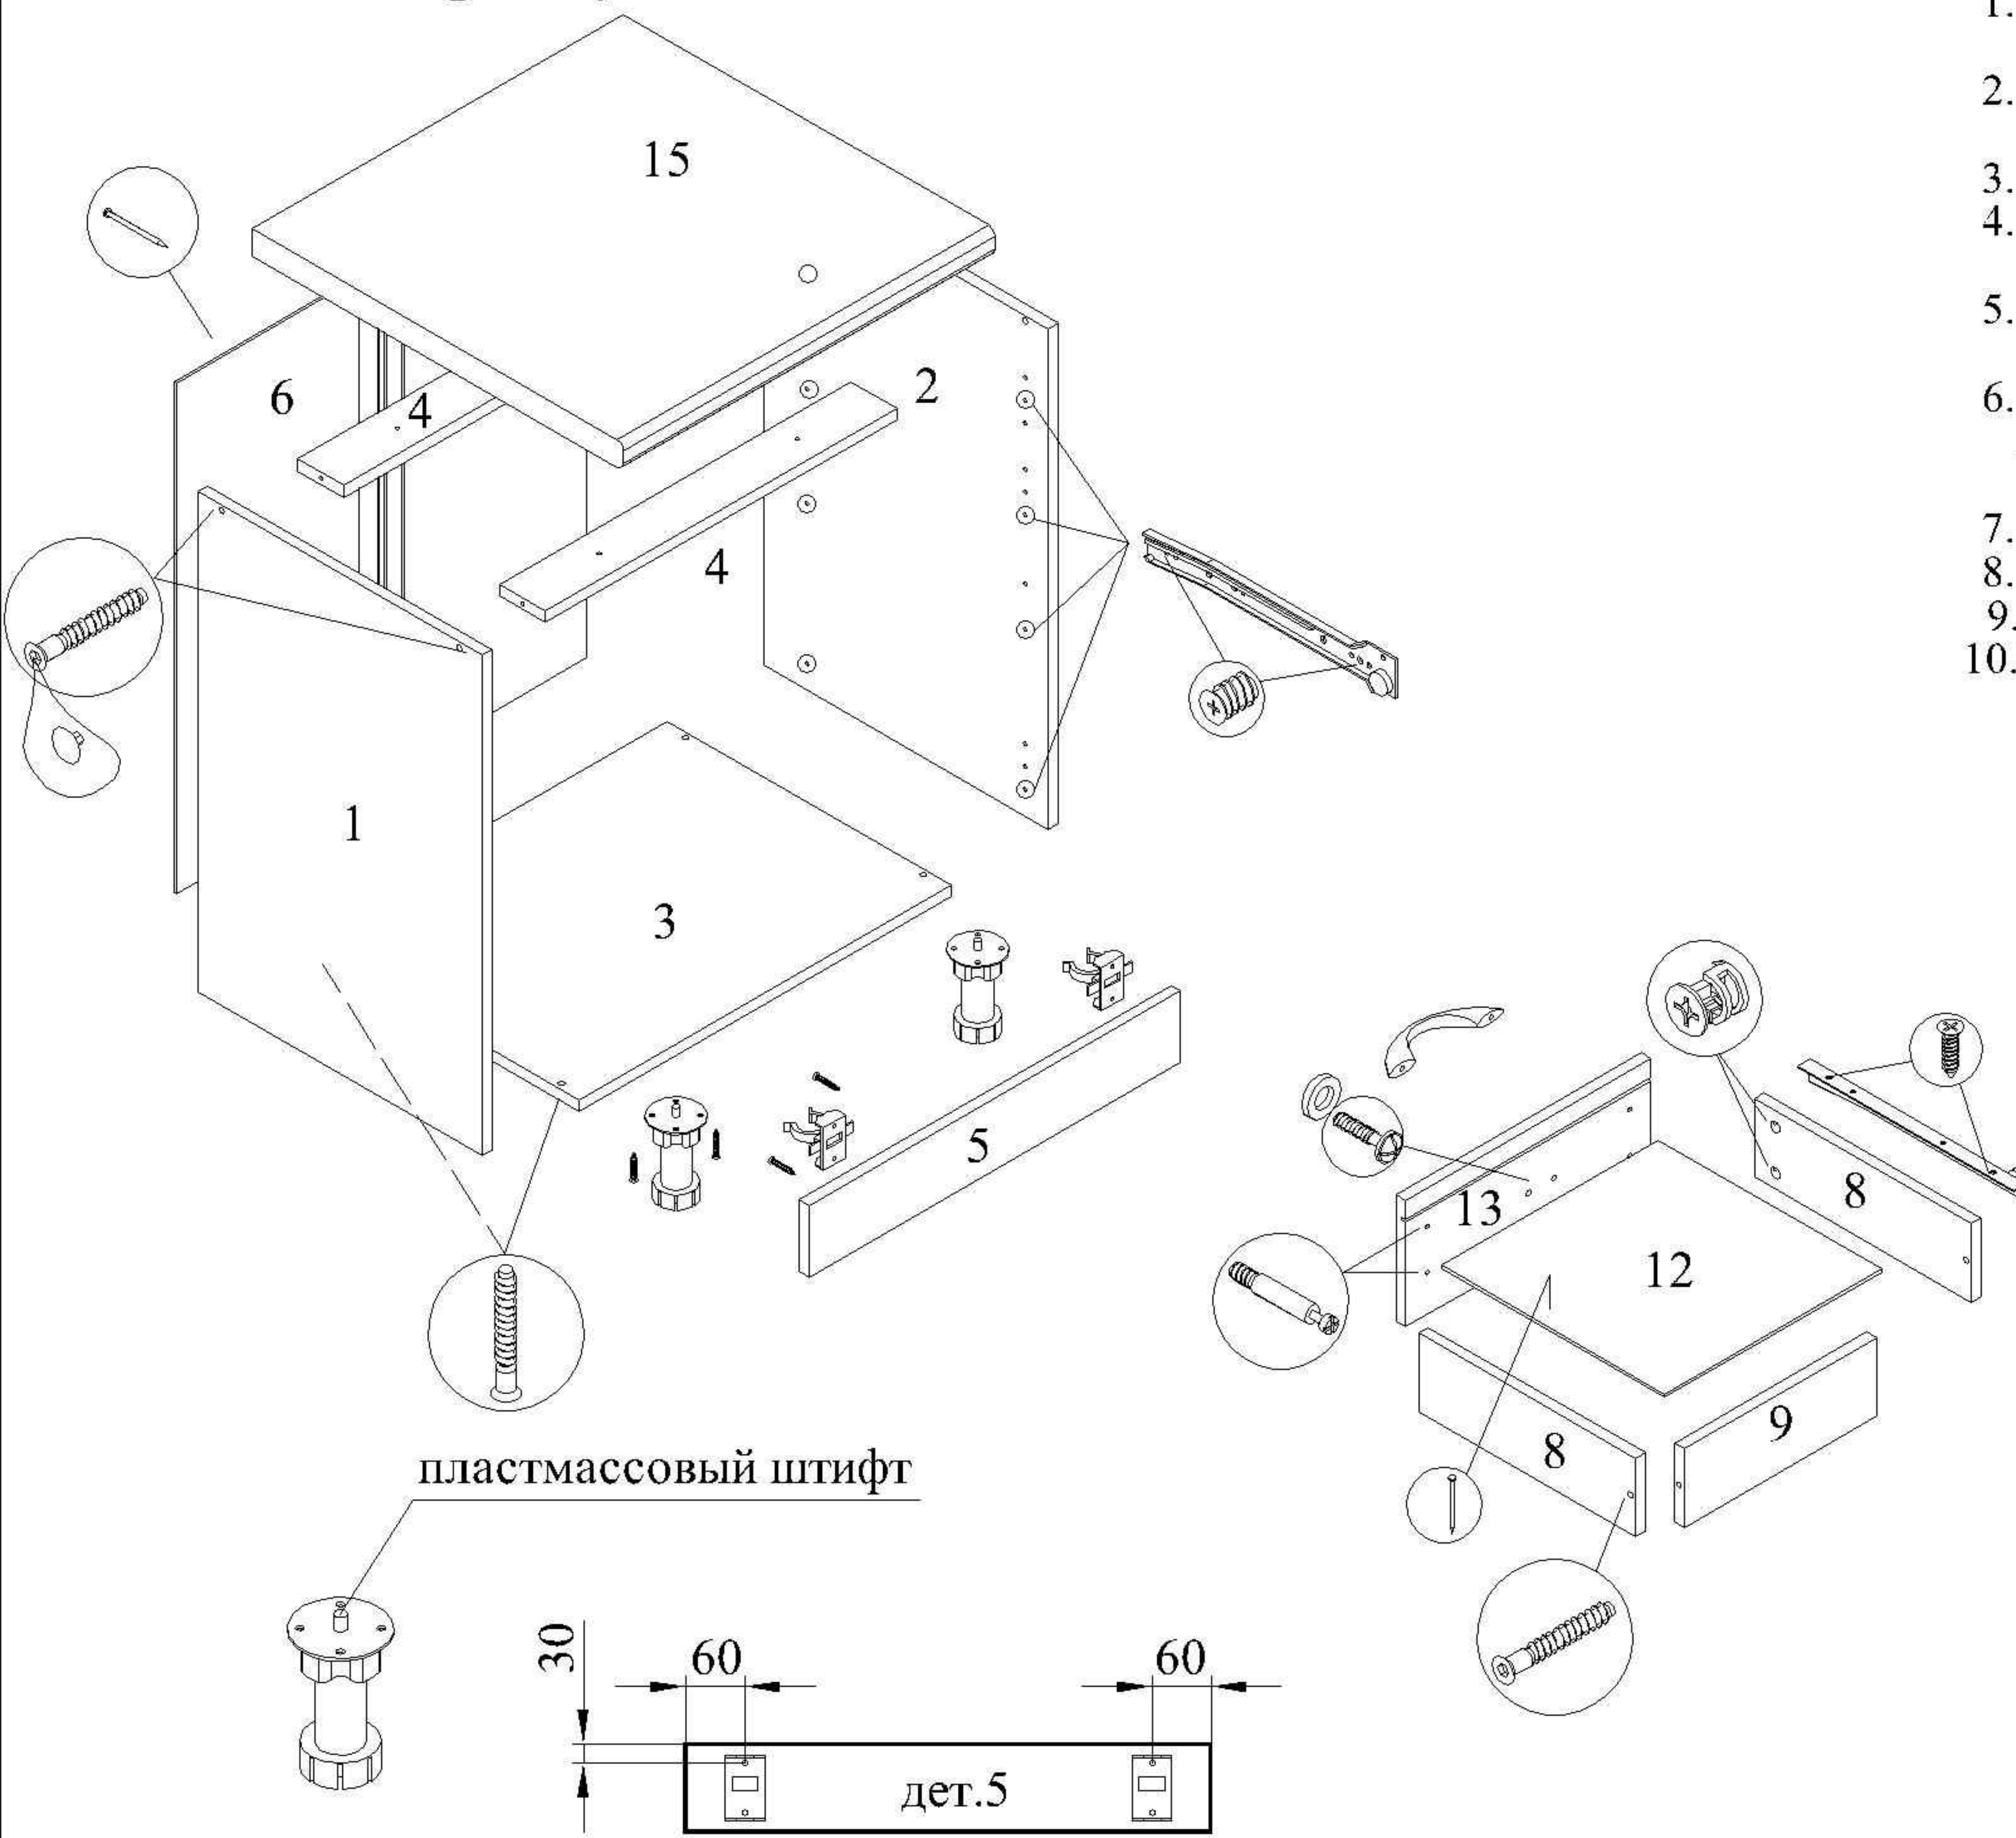

Рис.1
5. Крепить клипсы к дет.5 с помощью шурупов 3.5x16. Места крепления указаны на рис.1.